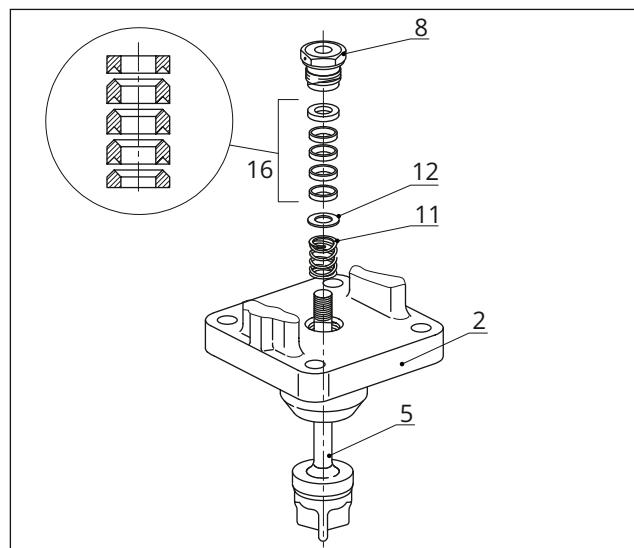

Рис. 30: Набивка сальника стандартная
10. Установите фланец (2) на корпус.
11. Аккуратно продвиньте детали сальниковой набивки при помощи соответствующего инструмента по штоку плунжера в уплотнительное пространство. При этом обращайте внимание на правильный порядок расположения деталей, см. Рис. 30.
12. Плотно вставьте плунжер (5) в седло (4). При этом закрепите фланец (2) с помощью гаек корпуса (14). Последовательно затяните гайки крест-накрест. Соблюдайте моменты затяжки.
13. Вверните и затяните резьбовую втулку (8). Соблюдайте моменты затяжки.
14. Навинтите, не закрепляя, контргайку (10) и соединительную муфту (9) на шток плунжера.
9. Аккуратно продвиньте детали сальниковой набивки при помощи соответствующего инструмента по удлинителю штока плунжера в уплотнительное пространство. При этом обращайте внимание на правильный порядок расположения деталей, см. Рис. 30.
10. Закрепите верхнюю часть клапана винтами (32) и гайками (33). Соблюдайте моменты затяжки.
11. Вверните и затяните резьбовую втулку (8). Соблюдайте моменты затяжки.
12. Навинтите, не закрепляя, контргайку (10) и соединительную муфту (9) на шток плунжера.